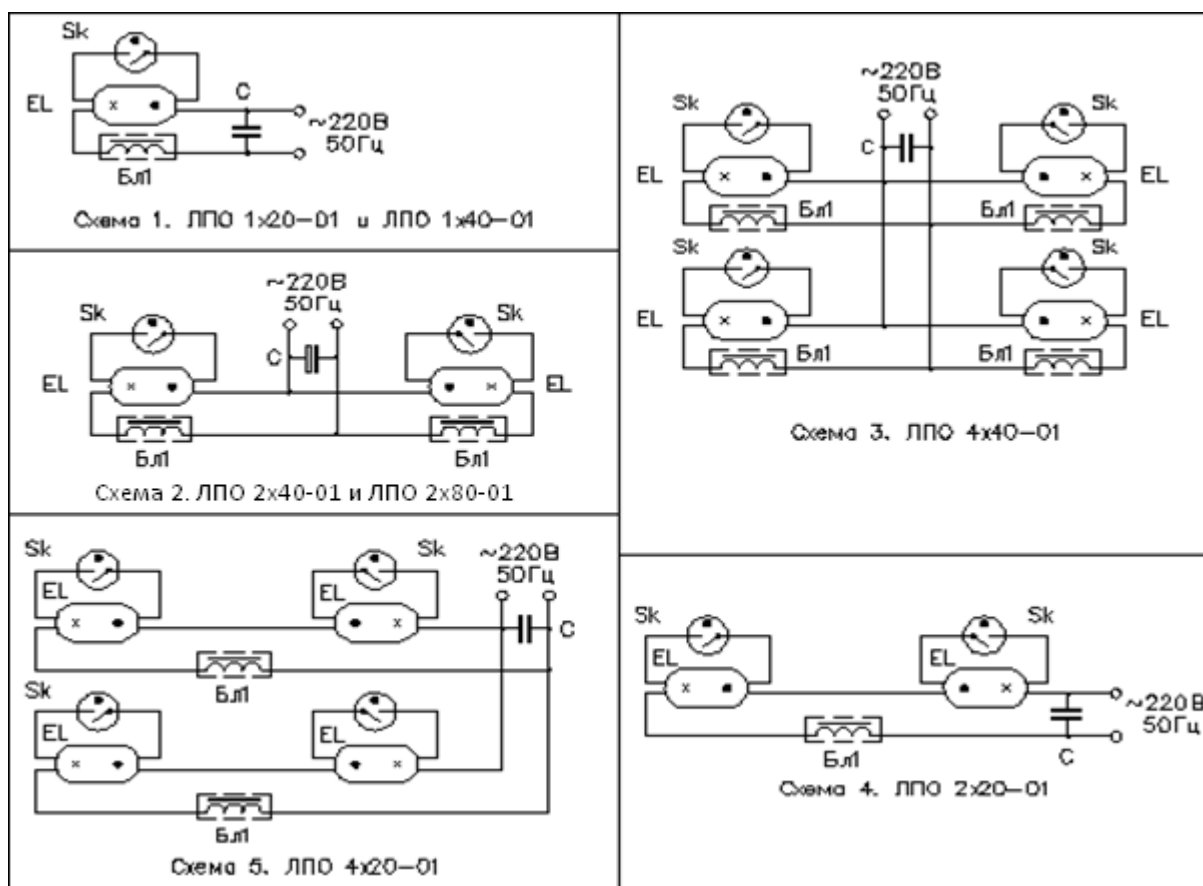

Рис. 2. Схемы электрические принципиальные
- 5.5. Электрические схемы светильников приведены на рис. 2, а спецификация в Табл.1.